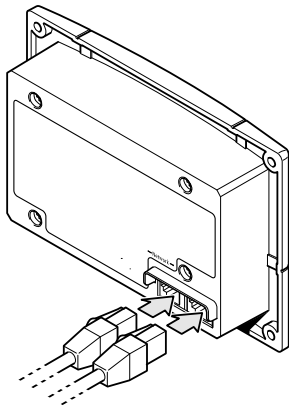

Figure 2-6 Branchement des câbles de réseau
5. Raccorder le ou les câbles Xanbus (et le terminateur, le cas échéant) à l'une des entrées de réseau à l'arrière du SCP. Voir la Figure 2-6.
4. Raccorder le ou les câbles Xanbus (et le terminateur, le cas échéant) à l'une des entrées de réseau à l'arrière du SCP. Voir la Figure 2-6.